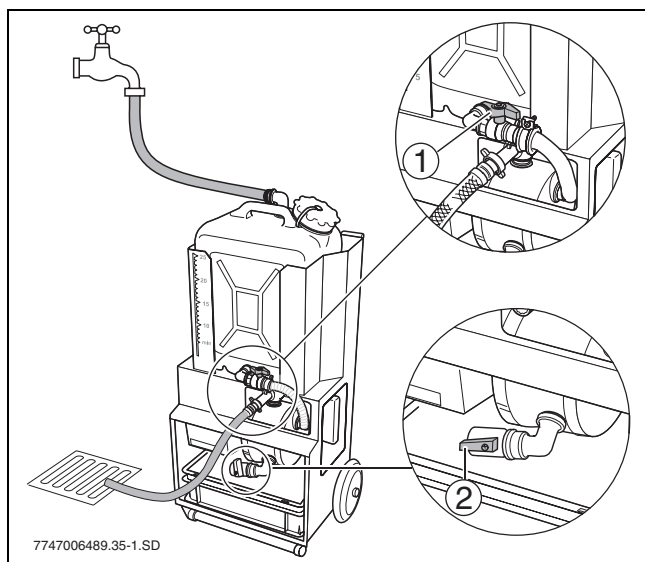

Рис. 22 Промывка насоса и бака
- ▶ Откройте шаровой кран на всасывающем шланге (→ рис. 22, (1)) и дождитесь пока заполнится насос.
- ▶ Отсоедините сетевой штекер и слейте содержимое насоса через кран для наполнения и слива (2).